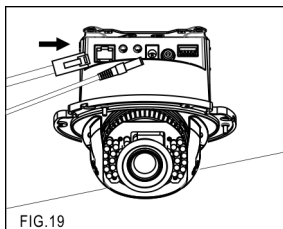

FIG.19
4. Conecte o cabo de alimentação à tomada de entrada de energia e o cabo de rede à ranhura de rede RJ-45 (FIG.19).